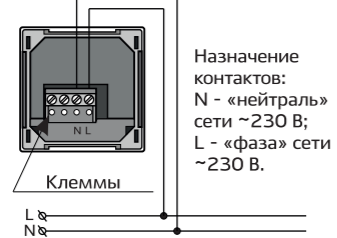

Рис. 3 — Типовая схема подключения пульта
- Ознакомиться с типовой схемой подключения пульта, приведенной на рис. 3;
- Подключить провода к клеммнику на пульте в соответствии со схемой на рис.3;
На рис. 3 приведена типовая схема подключения пульта и назначение контактов.